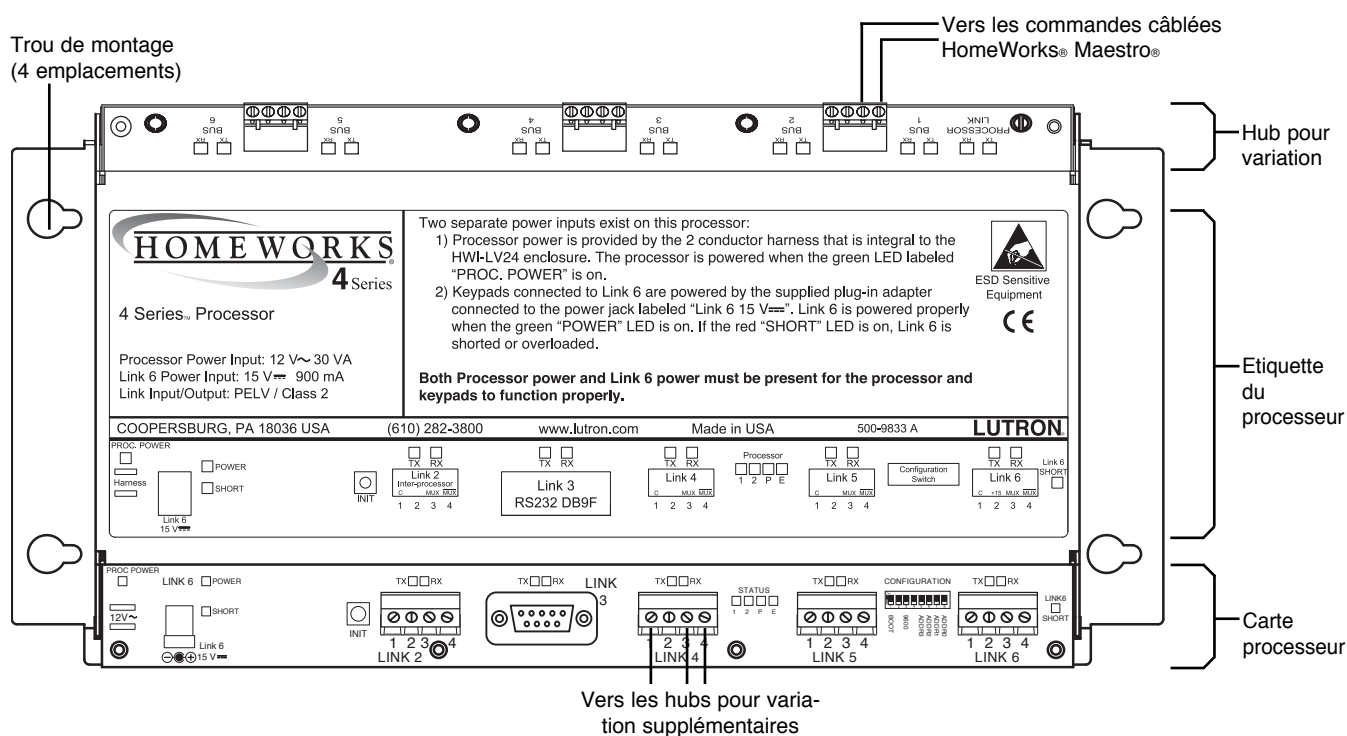

Figure 4 – Processeur série 4™
4. **Connexion aux commandes d'éclairage HomeWorks**. Brancher le câblage de communication des variateurs au hub pour variation monté en usine (voir Figure 4, page 11). Brancher les bus selon les attributions de bus définies à l'aide de l'utilitaire HomeWorks. Les connexions grise et violette sont repérées sur la carte à circuit imprimée.